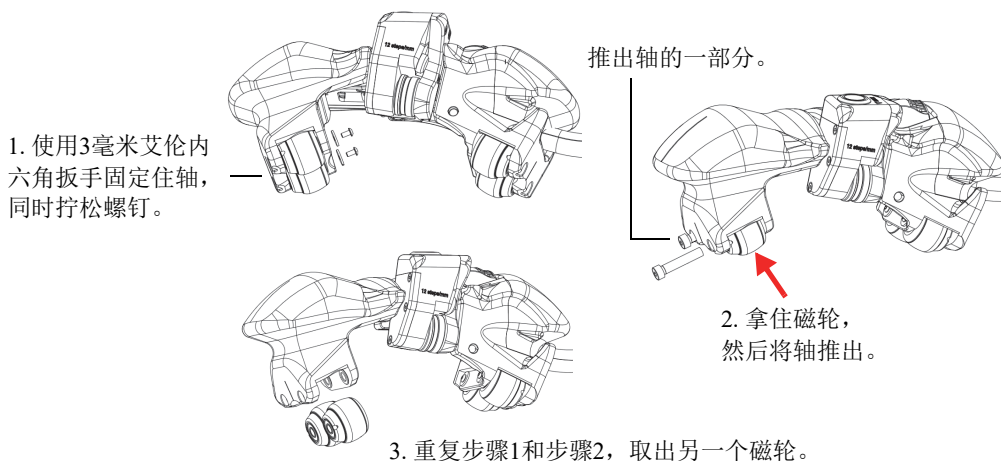

图 5-1 更换磁轮
1. 使用一个3毫米艾伦内六角扳手固定住轴，使用1个2毫米艾伦内六角扳手取下想要更换的轮子上的螺钉（参见第44页的图 5-1）。